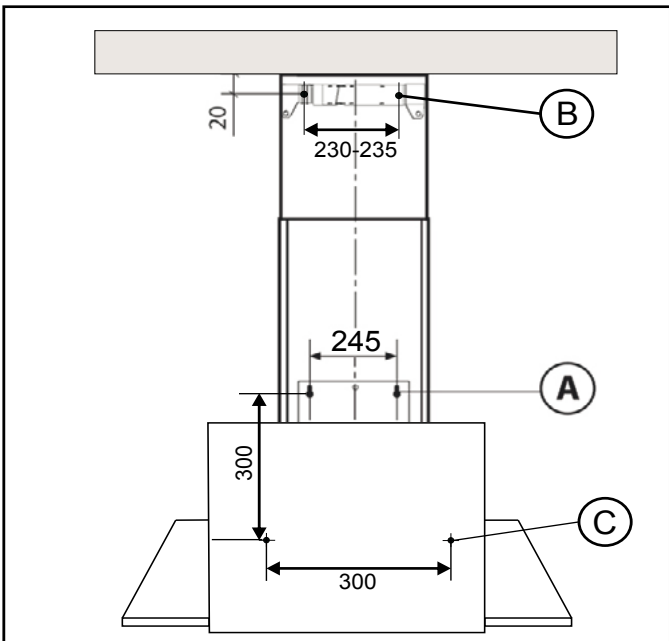

Fig.3
- Respetando las medidas, realice los 6 agujeros A-B-C de  $\Phi$  6, indicados en la **Fig.3**.
- Inserte los tornillos (**Fig.3-A**) sin apretar del todo y cuelgue la campana en ellos. Seguidamente fije el cuerpo de la campana en la pared mediante los dos tornillos internos (**Fig.3-C**).